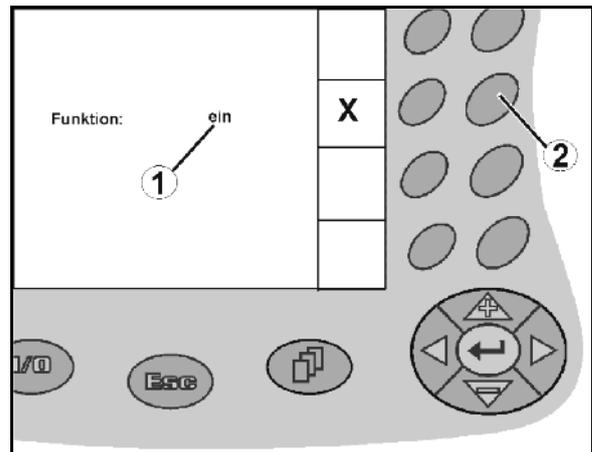

Fig. 17
- Actionnez une première fois la touche de fonction (Fig. 17/2)
- Fonction **activée** (Fig. 17/1).